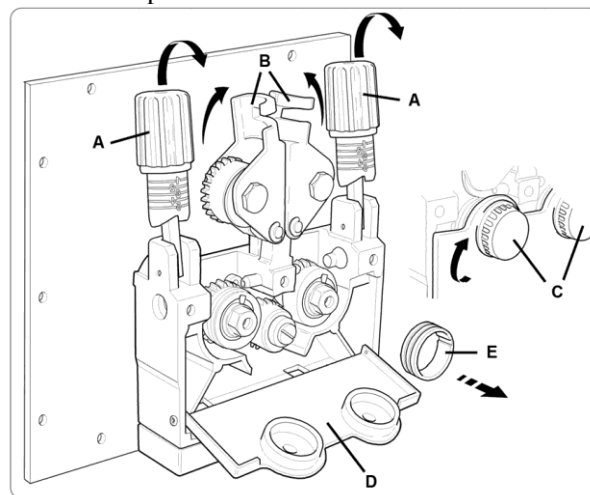

fig. 3
3.2 **Sustitución rodillos (fig.3).**